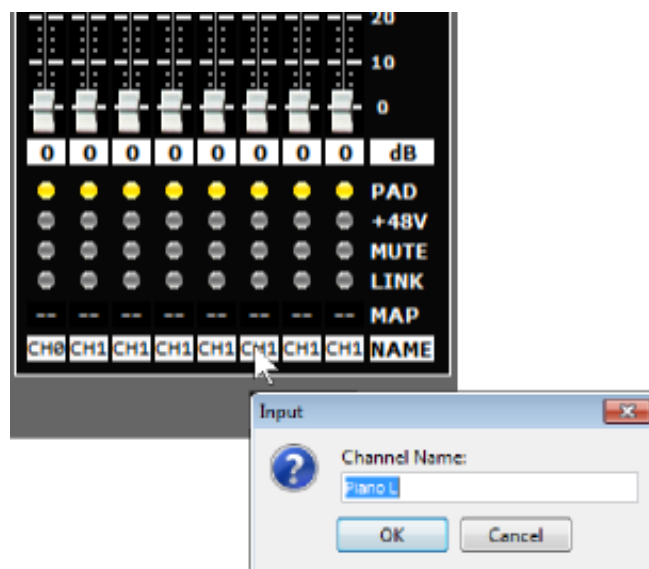
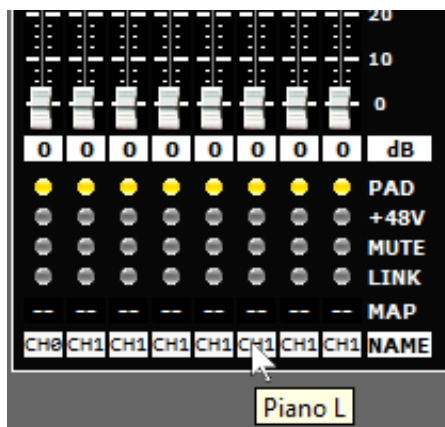

Figura 53. Clique para editar o nome do canal
Figura 54. Deixe o mouse parado para visualizar o nome do canal
9. **Nome do canal** - Esse campo permite visualizar e editar os nomes dos canais de entrada. Para edição de nome, clique sobre o campo “*Name*” do canal desejado e digite o novo nome (Figura 53). Deixe o mouse parado sobre o campo “*Name*” do canal para visualizar o nome completo (Figura 54).